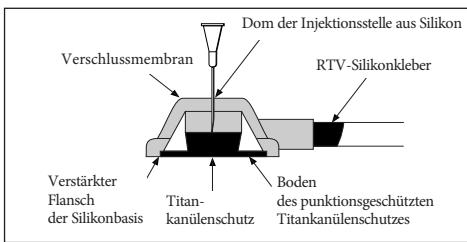

ABBILDUNG 4
- b) Die Kanüle in die Injektionsstelle einführen, bis diese gegen den Kanülen-schutz stößt (siehe Abbildung 4).